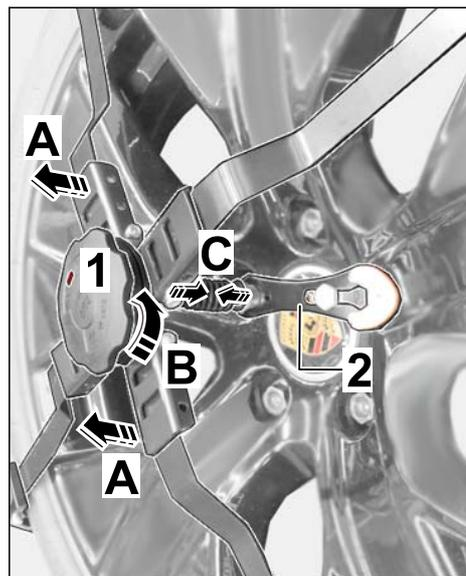

Fig. 11
3.1 Retirer légèrement le bouton rotatif de la roue arrière (⇒ Fig. 11-A-).
Ce faisant, tourner le bouton rotatif simultanément vers la gauche (signe Moins "-" ⇒ Fig. 11-B-) jusqu'à ce que le levier de fixation avec le câble et le soufflet (⇒ Fig. 11-C-) se soient desserrés.